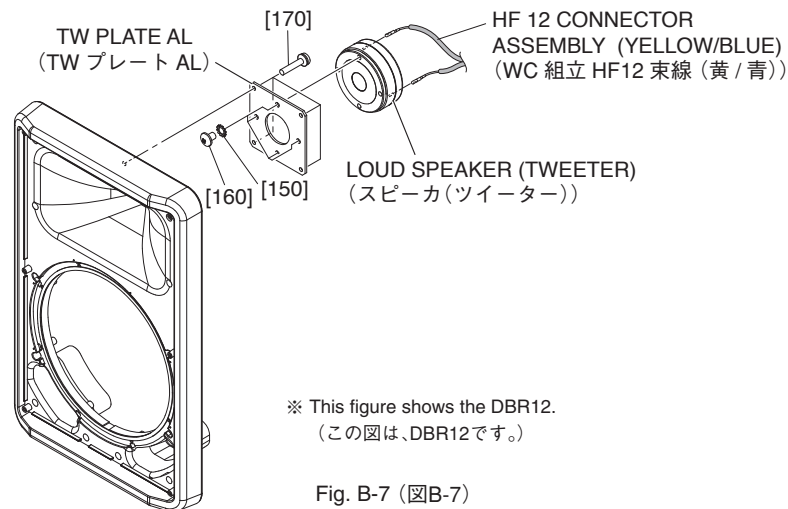
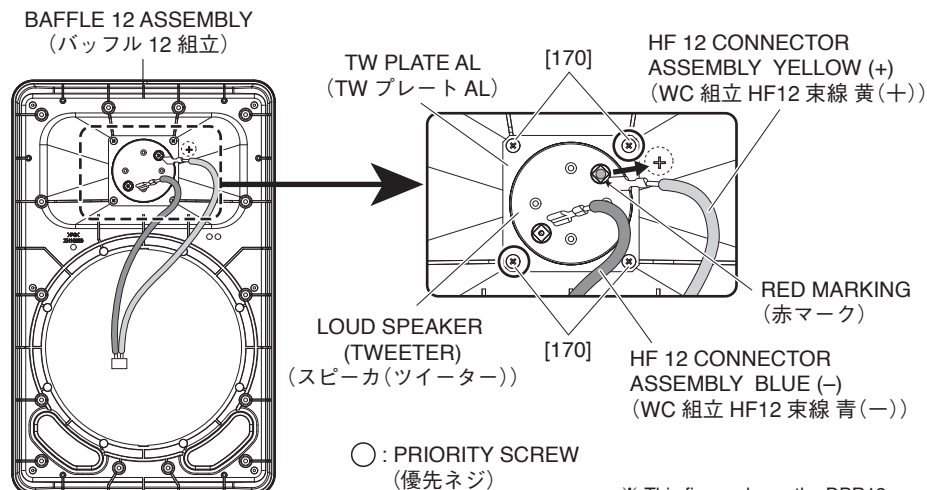

Fig. B-7 (図B-7)
Fig. B-8 (図B-8)
- B-4-4 Remove the HF 12 connector assembly/HF 15 connector assembly (yellow/blue) attached to the loud speaker (tweeter) terminal. (Fig. B-7, Fig. B-8)
- B-4-5 Remove the four (4) screws marked [170]. The TW plate AL can then be removed together with the loud speaker (tweeter). (Fig. B-7, Fig. B-8)
- * **When installing the TW plate AL, first tighten the two (2) priority screws as shown in Fig. B-8.**
- B-4-6 Remove the four (4) screws marked [160] and four (4) washer o. tooth marked [150]. The loud speaker (tweeter) can then be removed from the TW plate AL.
(Fig. B-7)
- B-4-4 スピーカ(ツイーター)端子に取り付けられているWC組立HF12束線/WC組立HF15束線(黄/青)を外します。(図B-7、図B-8)
- B-4-5 [170]のネジ4本を外して、スピーカ(ツイーター)と共にTWプレートALを外します。(図B-7、図B-8)
- ※ TWプレートALを取り付けるときは、図に示す優先ネジ2本を先に締めてください。(図B-8)
- B-4-6 [160]のネジ4本と[150]の歯付座金外歯4個を外して、TWプレートALからスピーカ(ツイーター)を外します。(図B-7)